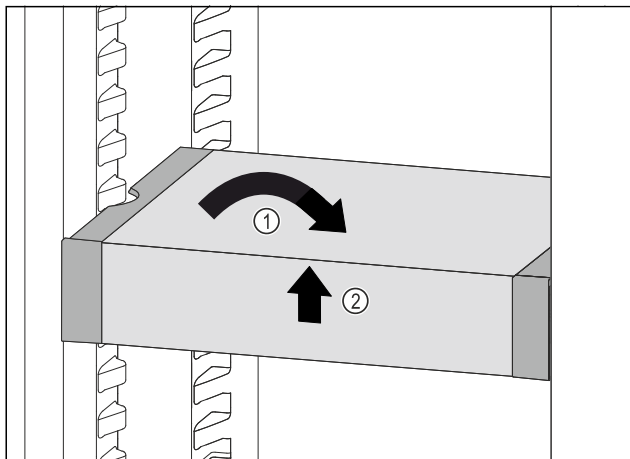

Fig. 199
- Ispravite VarioSafe. Fig. 199 (1)
- Podignite sprijeda VarioSafe. Fig. 199 (2)